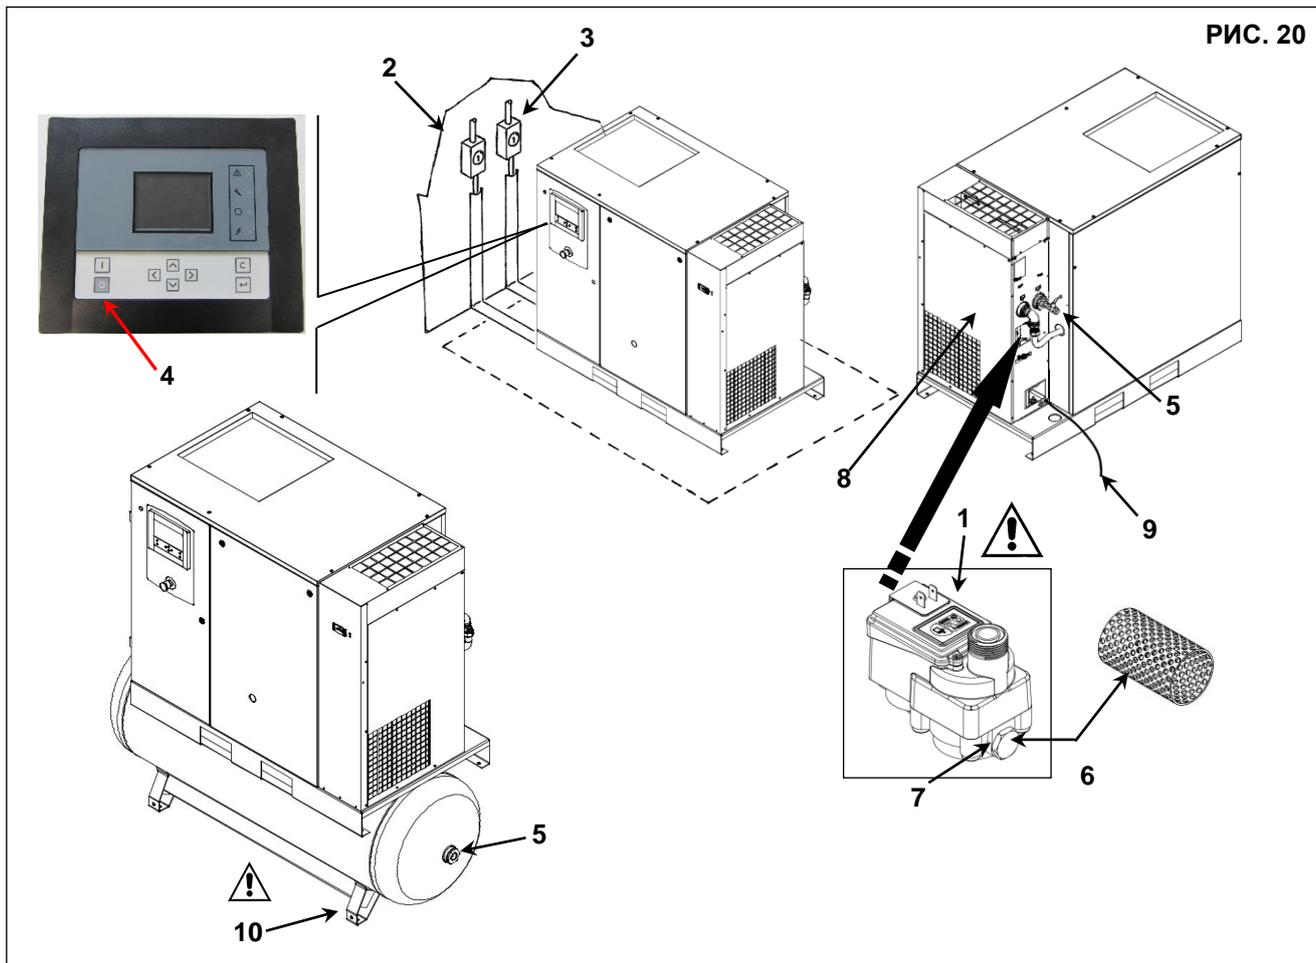

РИС. 20
Необходимо проверить правильную работу автоматического отвода конденсата, наблюдая за правильным сливом дренажной жидкости через сливную трубу, поз. 9 Рис. 20.
- Снимите панель поз. 8 Рис.20
- Нажмите кнопку «ТЕСТ» Поз. 1 Рис. 20 в течение нескольких секунд и убедитесь, что конденсат отводится правильно через сливной шланг. Поз. 9 Рис. 20.
- Установите на место панель поз. 8 Рис.20
- Выключите машину, нажав кнопку поз. 4 Рис. 20: таким образом машина остановится, проработав какое-то время на холостом ходу.
- Закройте кран поз. 5 Рис. 20 (машина с / без ресивера).
- Снимите панель поз. 8 Рис. 20
- Сбросьте давление в осушителе, нажав кнопку «ТЕСТ» на автоматическом конденсатоотводчике (примерно на 10–20 секунд) поз. 1 Рис. 20 (машина без ресивера).
- Разомкните выключатель питания Поз. 2 (компрессор) и Поз. 3 (для осушителя). Рис. 20.
- Сбросьте давление в осушителе и баке, открыв кран для слива конденсата, поз. 10 Рис. 20 (машина с баком).
- Снимите крышку отводчика, поз. 6 Рис. 20
- Снимите фильтр для сбора примесей, поз. 7 Рис. 20
- Установите фильтр на место, завинтите крышку, поз. 6 Рис. 20
- Установите панель на место, поз. 8 Рис. 20
- Закройте кран поз. 10 Рис. 20.